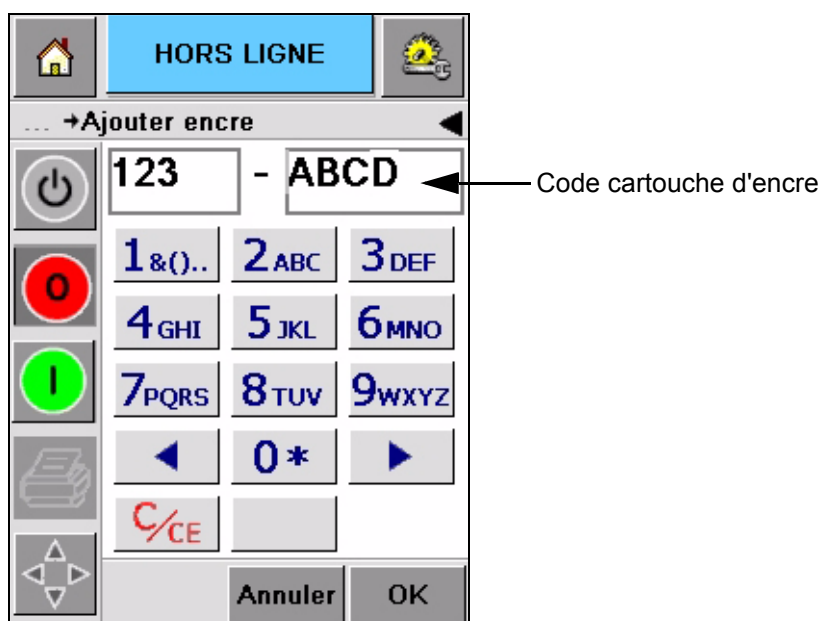

Figure 4-10 : Code cartouche
- 4 Entrez le code unique de cartouche d'encre trouvé sur l'étiquette de chaque cartouche d'encre (Figure 4-10) et touchez l'icône OK.